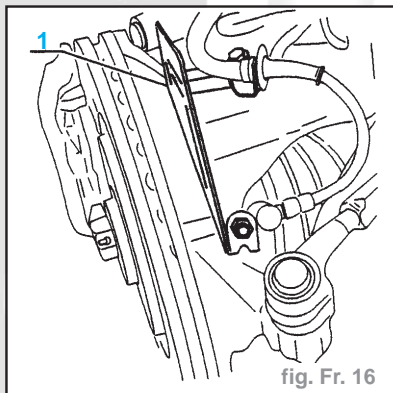

fig. Fr. 16
- Déposer la tôle (1) (fig. Fr. 16).